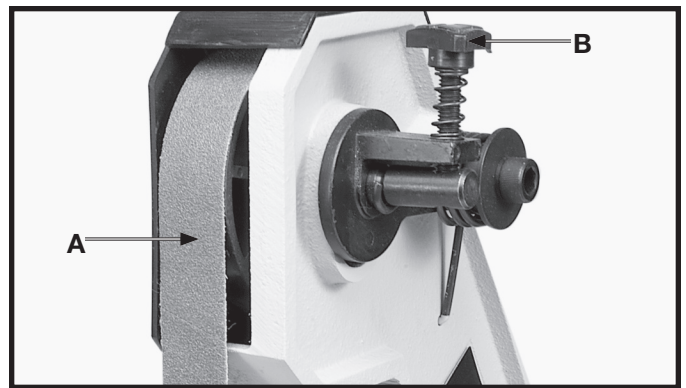

Fig. 23
Le réglage de l'alignement de la bande abrasive s'effectue en usine de sorte que la courroie (A) fig. 23, sera bien alignée sur les poulies. Par contre, si la courroie (A) se déplace vers un côté ou l'autre des poulies, tourner le bouton d'alignement (B) pour la réajuster. Tourner le bouton (B) en sens horaire pour déplacer la courroie vers la droite lorsque face à la ponceuse et le tourner en sens antihoraire pour la déplacer vers la gauche. **TOURNER LE BOUTON PAR PETITS PAS POUR RÉGLER L'ALIGNEMENT.**